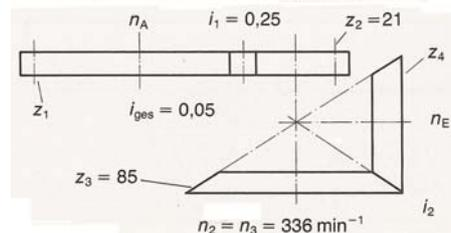

Abb.6: Getriebe SG4
- 30) Berechne zu dem Getriebe SG4 (Abb.6)  $n_A$ ,  $n_E$ ,  $z_1$ ,  $z_4$  und  $i_2$